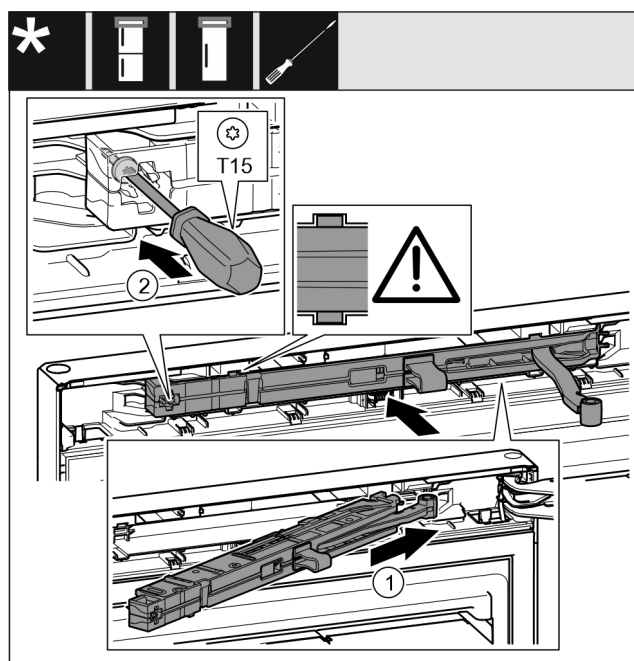

Fig. 46
- ▶ Introduire à fond l'amortisseur de fermeture du côté du support de palier dans la rainure en l'inclinant. Fig. 46 (1)
- ▶ Serrer la vis avec un tournevis T15. Fig. 46 (2)